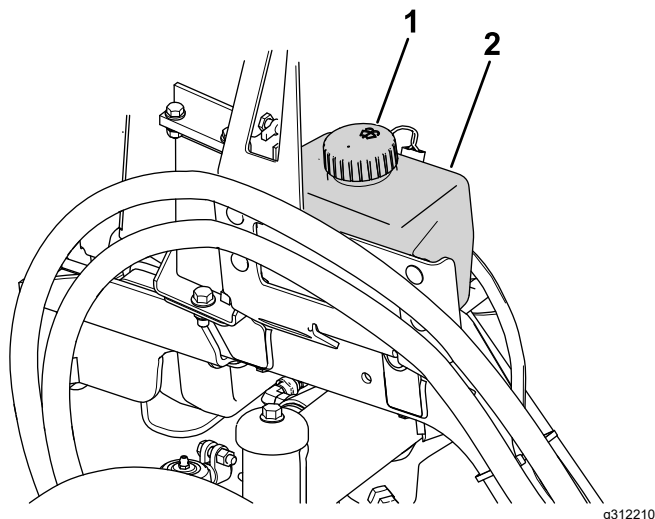

Bild 87
1. Entfernen Sie den Deckel (Bild 87) vom Flüssigkeitsbehälter.